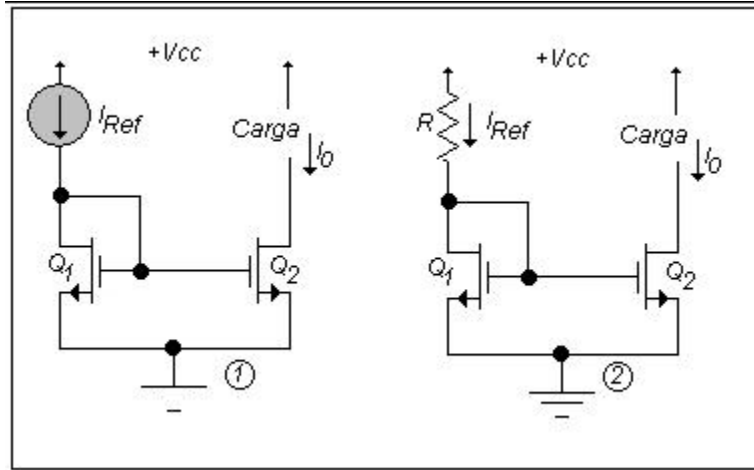

Figura 1: Espejo de Corriente con MOSFETS canal N.
La topología de dicho espejo, es la que se muestra en la Figura 1 (1) y (2). Los Mosfet están conectados por sus fuentes, y el Mosfet Q_1 está conectado como diodo, y alimentado por una fuente de corriente en (1) o por una resistencia como en (2), para obtener la corriente de referencia I_{ref} . Como el voltaje $V_{GS1} = V_{GS2}$, y los dispositivos están apareados, la corriente I_{ref} se replica en Q_2 haciéndose exactamente igual a I_0 . Aquí no hay degradaciones de ningún tipo pues la compuerta aislada de los dispositivos no permite desviar ninguna parte de la corriente por allí.
El dispositivo Q_1 debido a su conexión, se encuentra siempre en saturación (que aquí es equivalente a decir región lineal de operación). Mientras el dispositivo Q_2 permanezca también en la región saturada, el trabajo de la fuente será perfecto, pero ello dependerá de la carga que se conecte al drenador de Q_2 . Observe que para el transistor Q_1 en la figura 1(2), se cumple que: